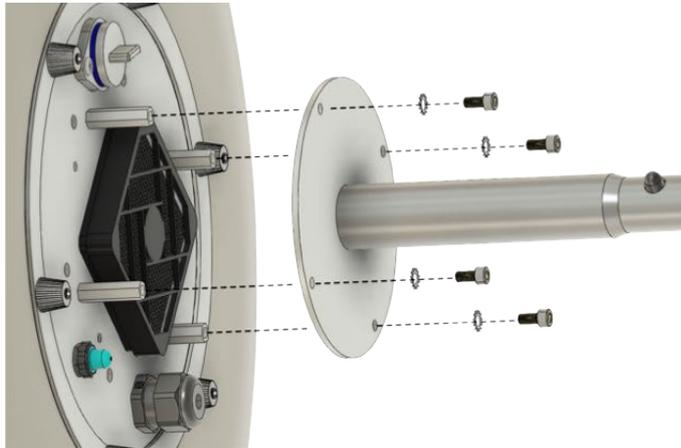

Fig. 10
1. Lösen Sie die Stativaufnahme durch Entfernen der 4 Stück Innensechskantschrauben (Fig. 10).